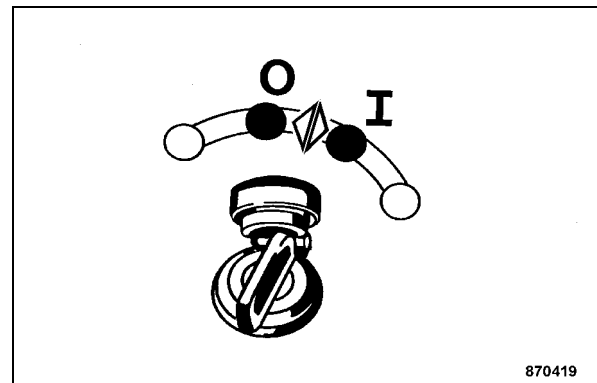

fig. 82
- Couper puis remettre le contact (fig. 82).